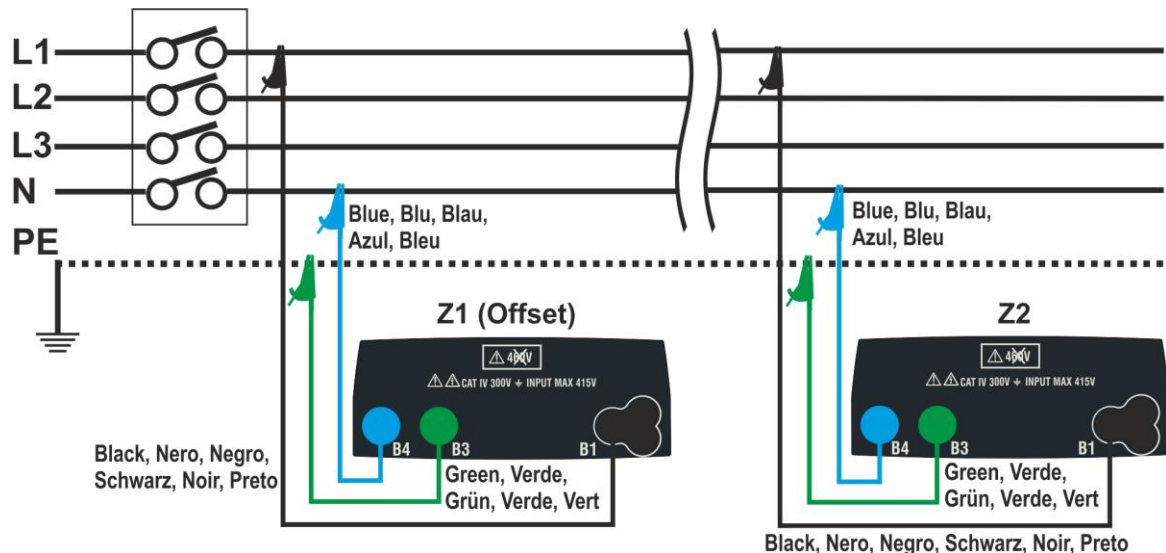
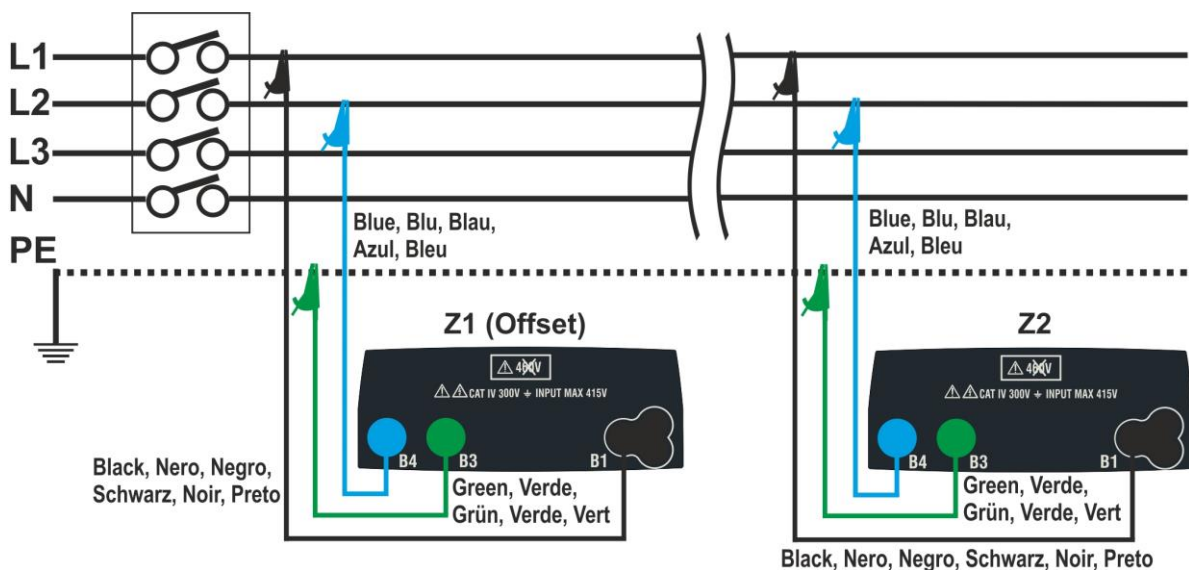

Fig. 37: Collegamento strumento per misura caduta di tensione in modo L-N
Fig. 38: Collegamento strumento per misura caduta di tensione in modo L-L
4. Collegare lo strumento al punto iniziale della linea principale in prova (tipicamente a valle di un dispositivo di protezione) in base alla Fig. 37 o Fig. 38 per effettuare la prima misura di impedenza **Z1 (Offset)**. In questo caso lo strumento misurerà l'impedenza a monte del punto iniziale della linea principale in prova prendendola come riferimento di partenza. La schermata seguente (riferita alla misura L-L) è mostrata a display
7. Collegare lo strumento al punto finale della linea principale in prova in accordo alle Fig. 37 o Fig. 38 per misurare l'impedenza **Z2** a fine linea. Notare il valore Z1 (Offset) precedentemente misurato mostrato a display